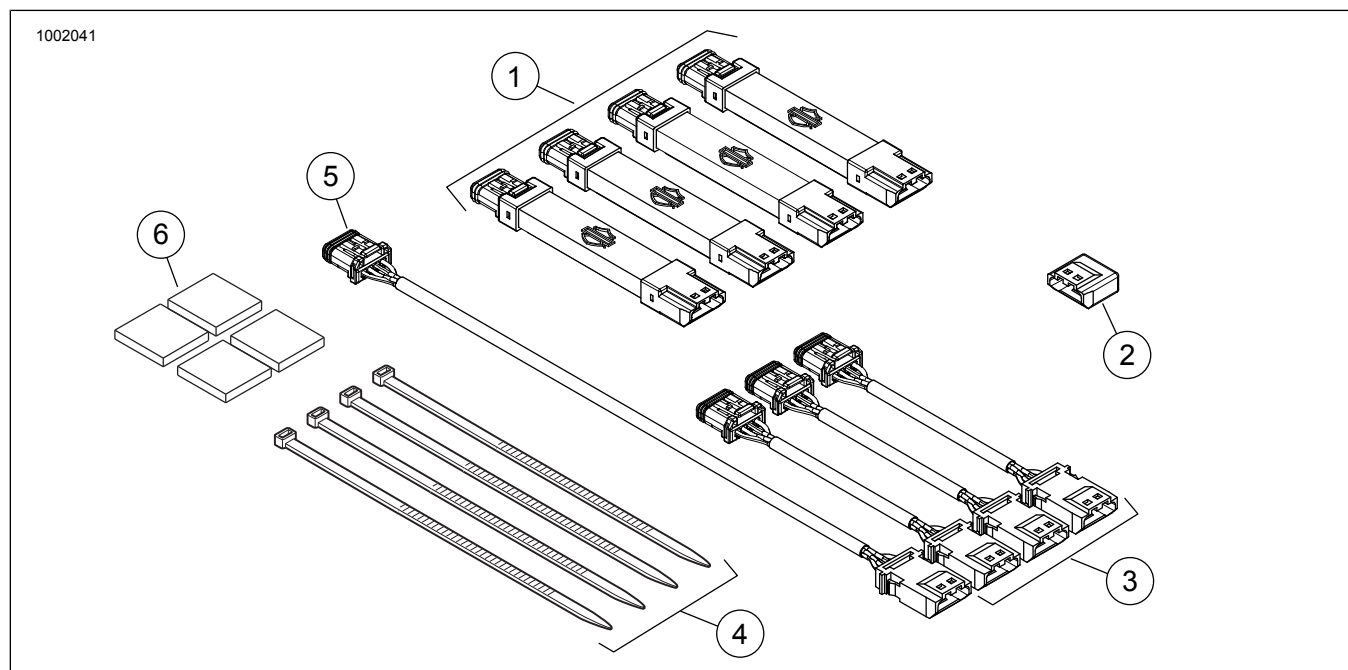

Рисунок 2. Запасные части для комплектов модулей подсветки Spectra Glo
См. рис. 2. и Таблица 1.
2. См. рис. 2. Соберите модули подсветки (1) и жгуты проводов (3 и 5) в желаемой конфигурации (не приклеивая их).